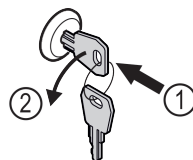

Fig. 177
- ▶ Vajutage võti sisse. Fig. 177 (1)
- ▶ Keerake võtit 90° vastupäeva. Fig. 177 (2)